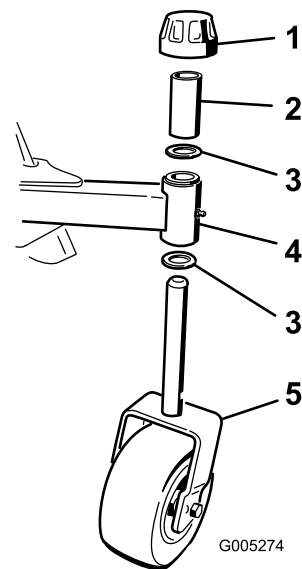

図3
1. キャスターホイールのスピンドルシャフトからテンショニングキャップを外す **図3**。スピンドルシャフトからスペーサとスラストワッシャ各1を抜き取る。スラストワッシャ1枚をシャフトに残す。
け、テンショニングキャップでアセンブリを固定する 図 3。